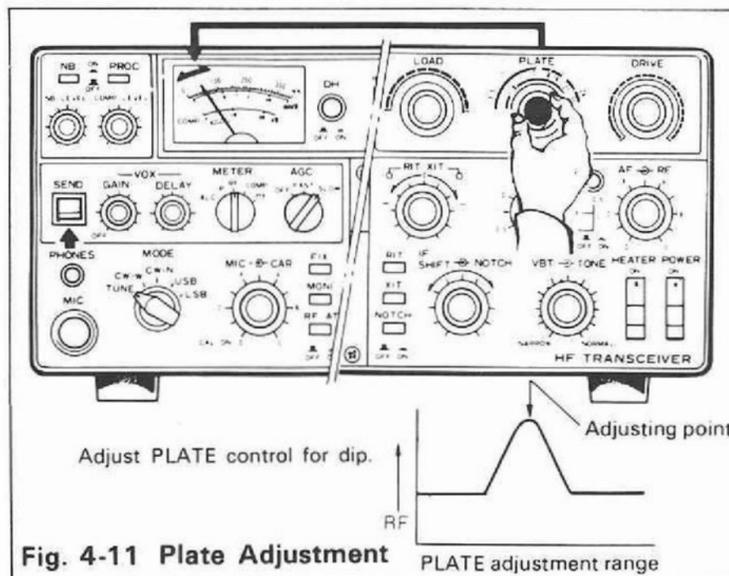

Fig. 4-11 Plate Adjustment
6. Disponete il commutatore dello S-Meter in posizione "RF" e regolate il comando "PLATE" per la massima deviazione (Fig. 4-11)